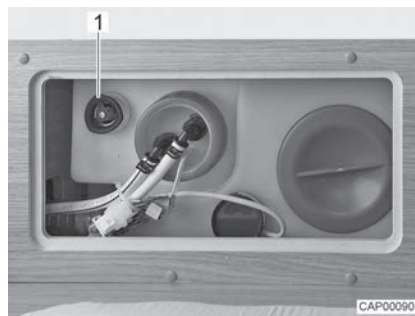

Bild 74 Wassertank mit Drehgriff
- Auf dem Wassertank den Drehgriff (Bild 74,1) im Uhrzeigersinn bis zum Anschlag drehen.
- Auf dem Wassertank den Drehgriff (Bild 74,1) entgegen dem Uhrzeigersinn bis zum Widerstand drehen. Das Wasser läuft bis auf ca. 20 Liter aus.